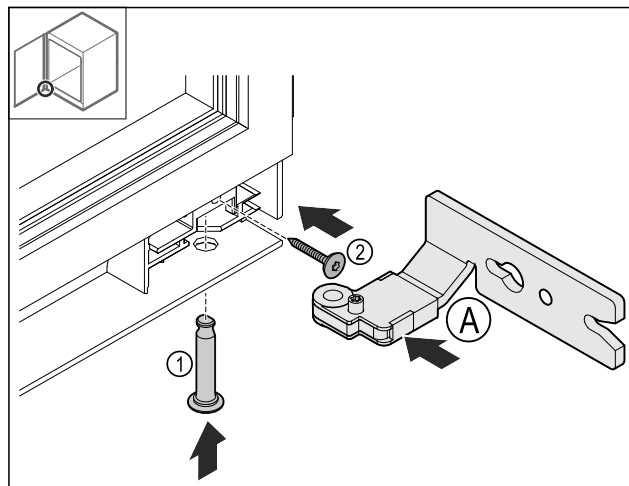

Fig. 27
- ▶ Vložte spodní závěs Fig. 27 (A).
- ▶ Nasadte a pevně držte čep Fig. 27 (1).
- ▶ Pevně držte šroub Fig. 27 (2).